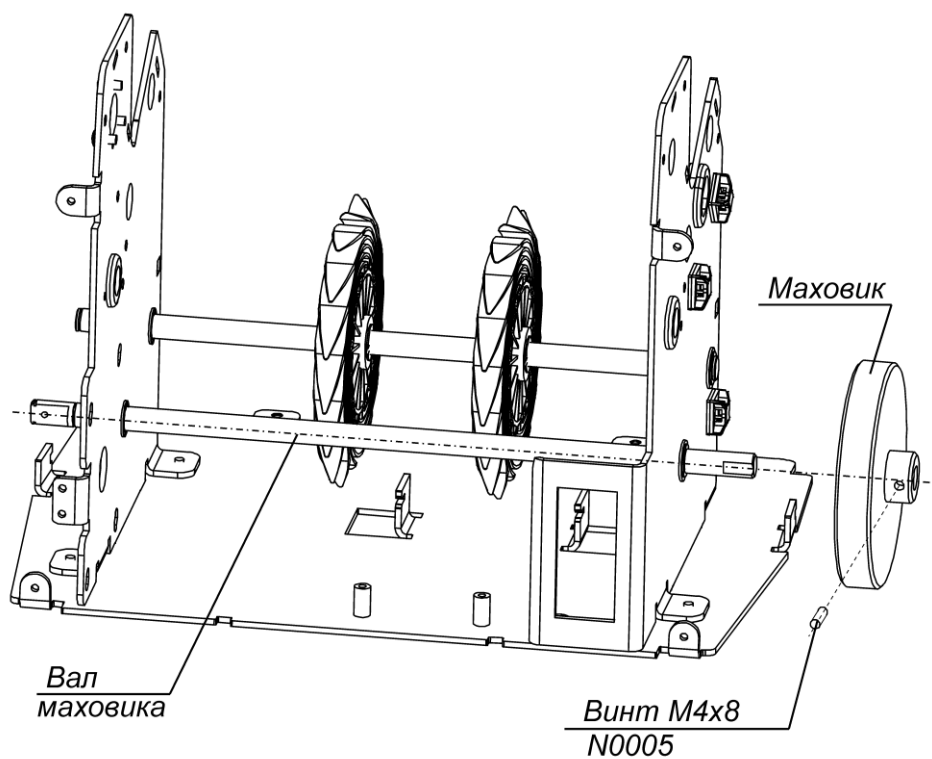

Рис. 33
1. Вывинтите винт M4x8 N0005, прижимающий маховик к валу маховика (рис. 33).
2. Снимите маховик (рис. 33).